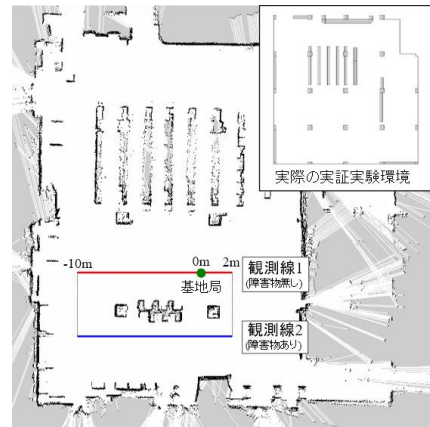
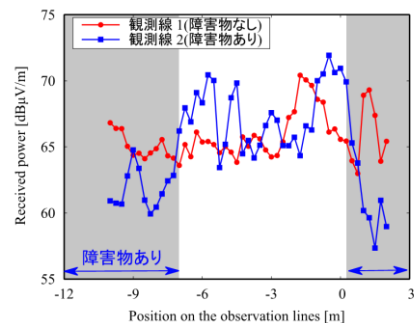

図2 実験サイト内のマッピング
図3 電界強度分布測定結果
図2に台車型移動ロボットによる実験サイト内のマッピング結果を示します。このように台車型移動ロボットを利用することで、短時間でのマッピングをすることが可能です。次にこの地図内に示した観測線上の電磁波強度測定結果を図3に示します。図からわかるように観測線①に障害物はなく、観測線②には障害物として柱があります。これらの観測線の測定結果を比較すると、柱の裏側部分で電波強度が下がっていることがわかり、実際に指定した場所における電波環境を自動で測定することができました。今後はこのシステムを利用し、広範囲での電波環境を自動測定することを目指す予定です。